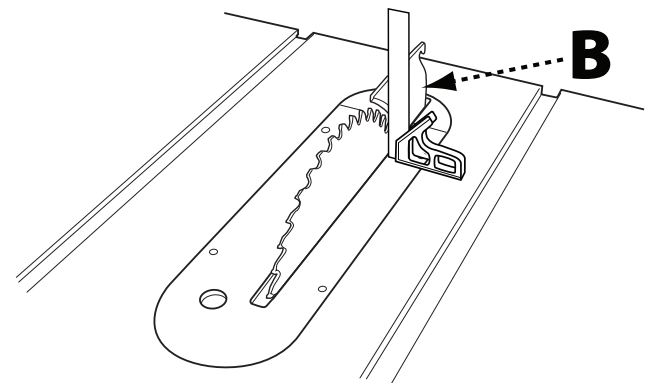

FIGURA 17b
3. Usando una escuadra, compruebe el ángulo de la parte frontal de la hoja con la mesa como se muestra en la Figura 17b, en la página 81. Si la hoja está a 90° con la mesa, continúe con el paso 6.
4. Si la hoja no está perpendicular con la mesa, gire la rueda manual para inclinar ligeramente la hoja y alejarla de la posición de tope, luego ajuste el tope de 90° girando el tornillo con hueco hexagonal ubicado en la parte superior de la mesa inmediatamente al frente del lado izquierdo de la placa de garganta (A). Vuelva a revisar el ángulo usando una escuadra y continúe ajustando hasta
1. **Alineación vertical:** Coloque una escuadra sobre la mesa y contra la parte frontal de la hoja, y asegúrese de que se extienda a lo largo del separador (B) como se muestra en la Figura 17b. El separador y la hoja deben tocar la escuadra sin ningún espacio. Asegúrese de que la regla se acomode entre los dientes y descansa sobre la parte frontal de la hoja y el separador para una alineación correcta.